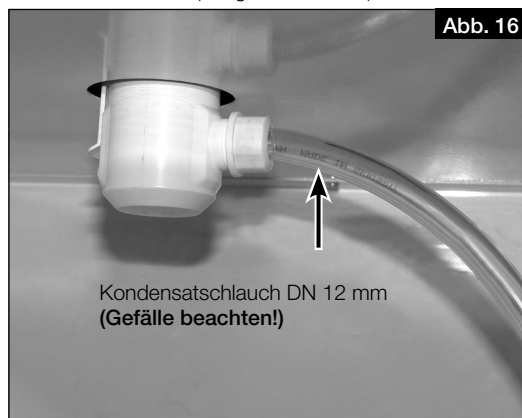

Abb. 16
6. Kondensatschlauch (Länge max. 1,5 m) an das Entwässerungssystem des Gebäudes anschließen (s. Abb. 16).